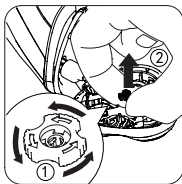

Fig. 4
- Retire y limpie los cabezales de afeitado (B) de uno en uno. (Fig. 4 y 5)